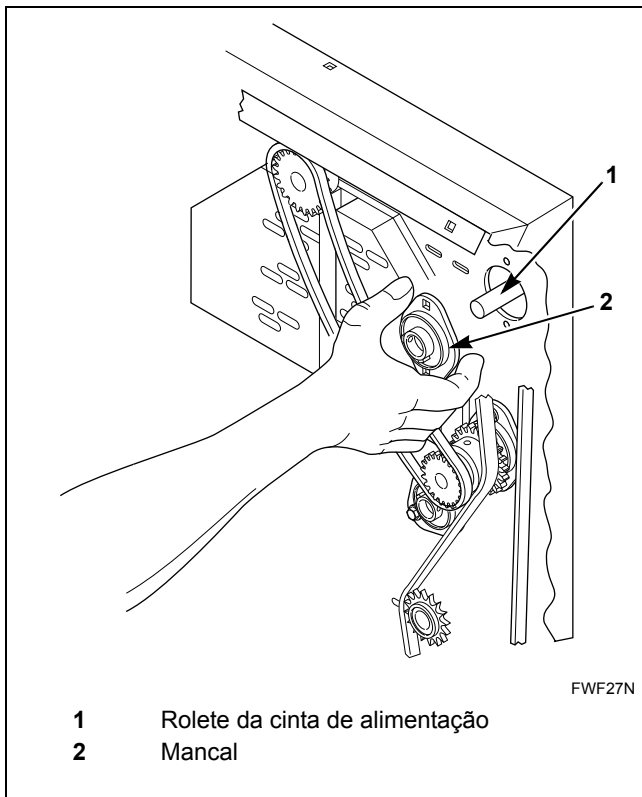

Figura 28
7. Remova o rolamento exercendo pressão do lado esquerdo. Consulte *Figura 28*.